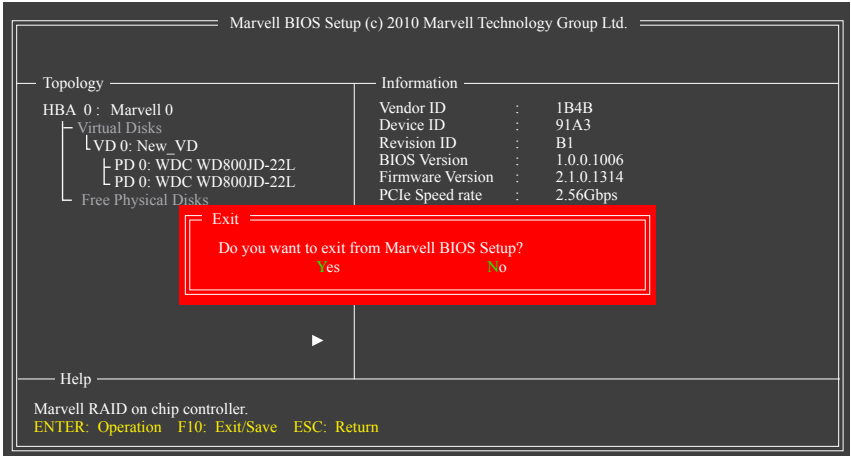

Figure 7
7. Save the Settings and Exit Lorsque vous avez fini la configuration du RAID et avant de quitter l'écran de configuration, n'oubliez pas d'appuyer sur <F10> dans l'écran principal. Appuyez sur <Y> pour confirmer ou sur <N> pour annuler (Figure 7).